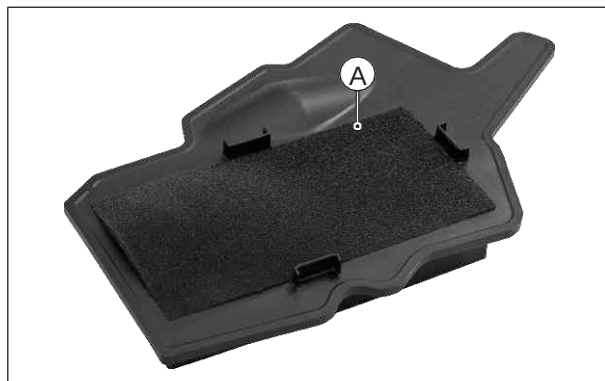

Fig. 2.18
- Separe la espuma (A) del conjunto del filtro de aire. (Fig. 2.18)